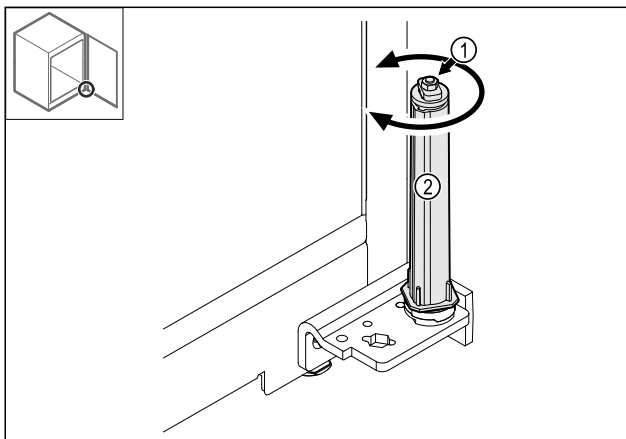

Fig. 40
- Verschraubung Fig. 40 (1) des Schließsystems nicht zerlegen.
- Schließsystem Fig. 40 (2) drehen, bis es klickt.